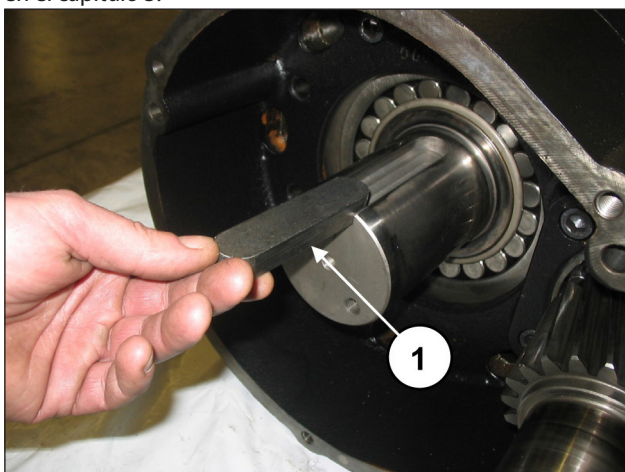
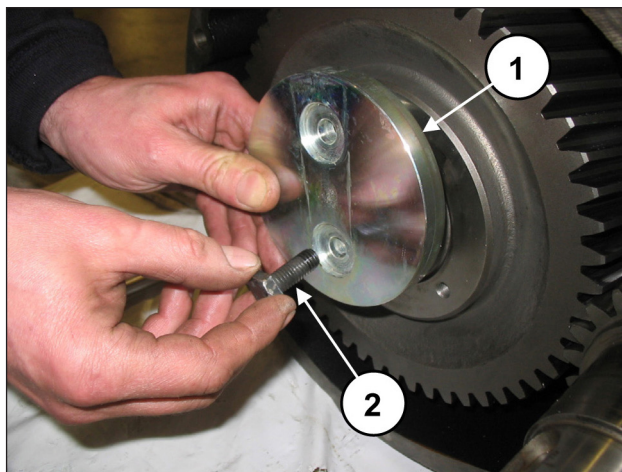

Fig. 62
Fig. 63
Introducir la lengüeta 22x14x100 en el alojamiento del eje (pos. ①, Fig. 62) e introducir la corona en el eje. Fijar el tope de la corona (pos. ①, Fig. 63) utilizando los 2 tornillos M10x25 (pos. ②, Fig. 63). Ajustar los tornillos con la llave dinamo-métrica como se indica en el capítulo 3.